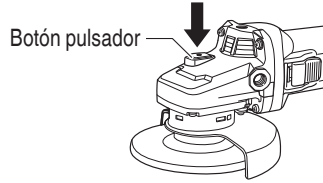

Fig. 10
7. Compruebe el botón pulsador. Cerciñese de que el botón pulsador esté desenganchado presionándolo dos o tres veces antes de conectar la alimentación de la amoladora. (Fig. 10)